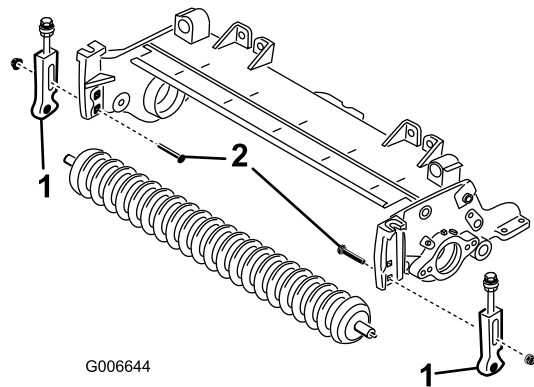

図 3
3. 刈高ブラケットをカッティングユニットのサイド・プレートに固定しているキャリッジ・ボルトを外す（図 3）。
5. カッティングユニットのサイド・プレートから刈高ブラケットと前ローラを取り外す（図 3）。